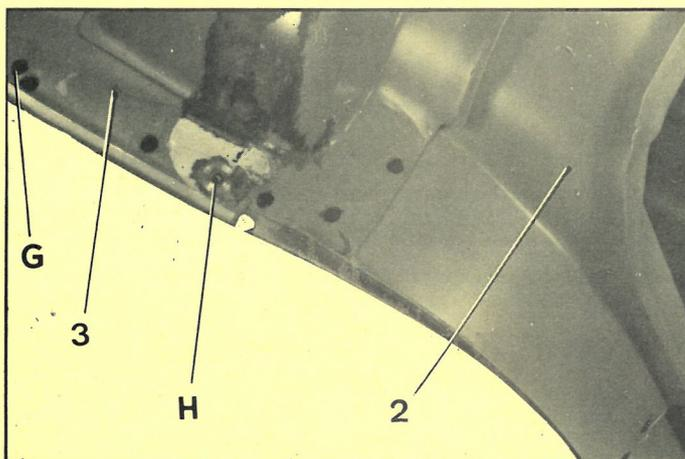

Fig. 3
3. Dégrafer l'unit supérieur (2) du brancard de pavillon (3) (fig. 3) :
en GH (fig. 3) (une tôle seulement)